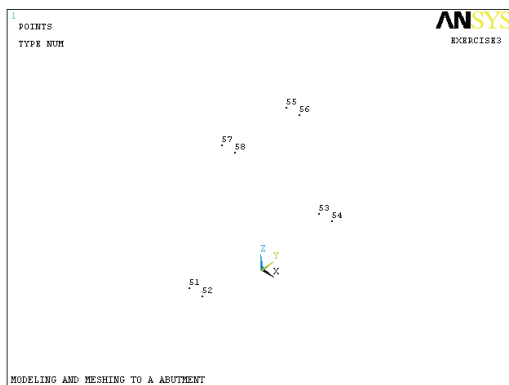

图 2-61 生成的关键点结果显示
22) 选择 Utility Menu | Plot | Keypoints | Keypoints 命令，ANSYS 显示窗口将显示生成的关键点结果，如图 2-61 所示。